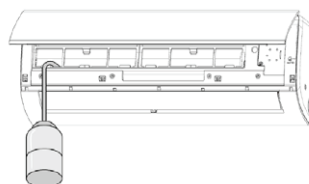

fig. 23 -
- To check drainage, pour water in the condensation drain tray ("fig. 23 -").